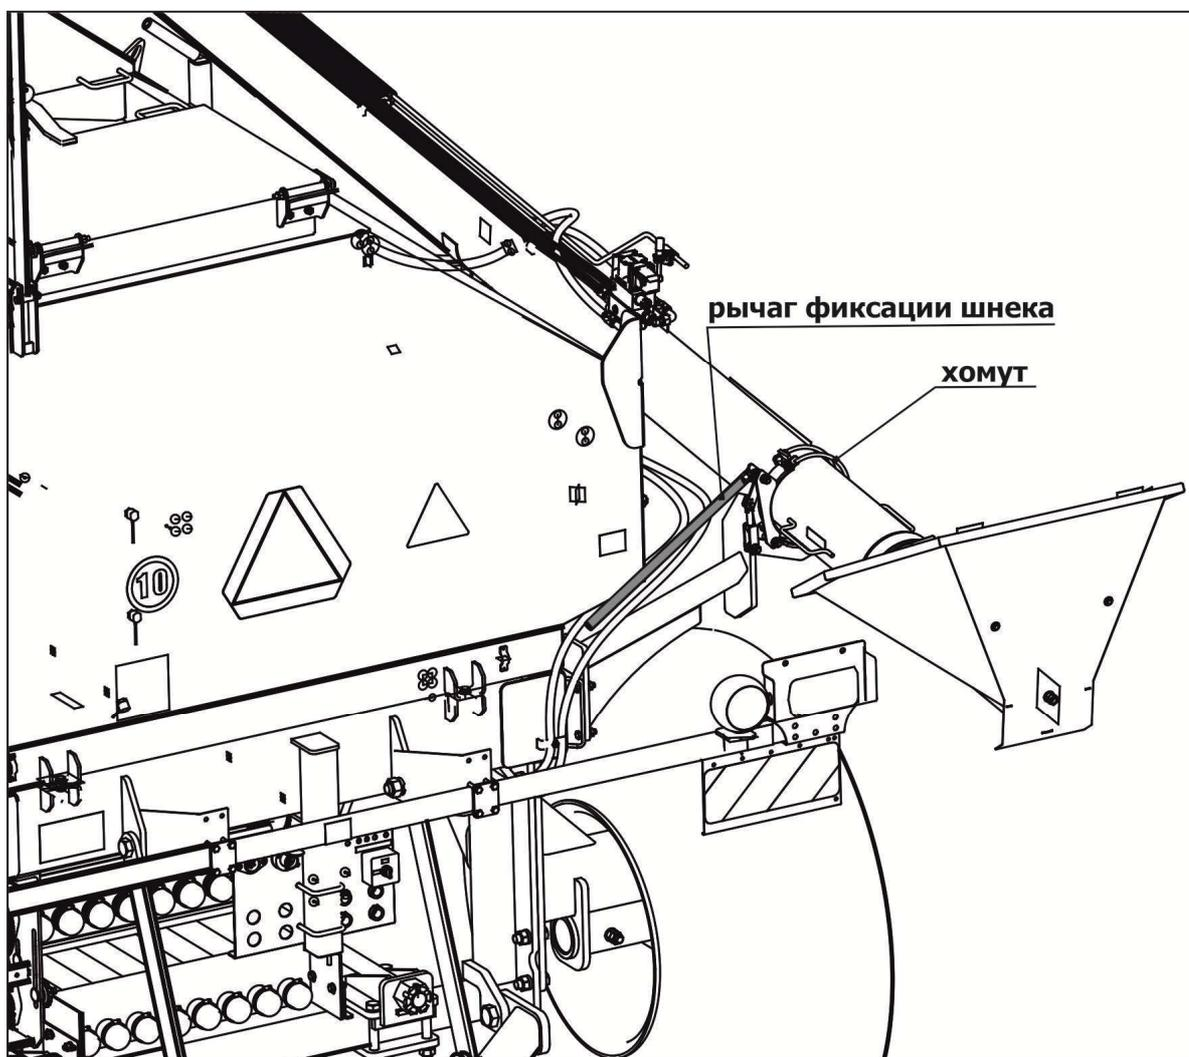

Рисунок 6.1
- Разблокировать шнек, потянув рычаг фиксации шнека вверх и откинув хомуты (см. рисунок 6.1).